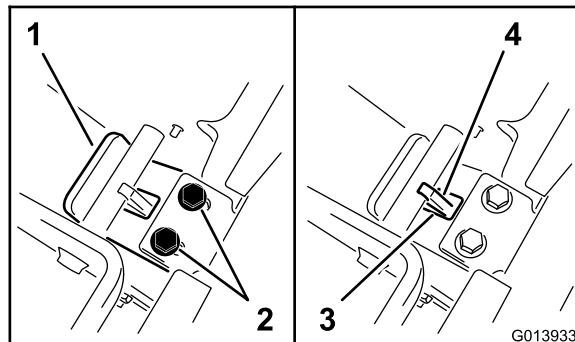

Figure 12
- Tout en maintenant la pression sur la plaque d'appui, faites glisser la languette vers vous jusqu'à ce que son rebord entre en contact avec la barre transversale (Figure 12).